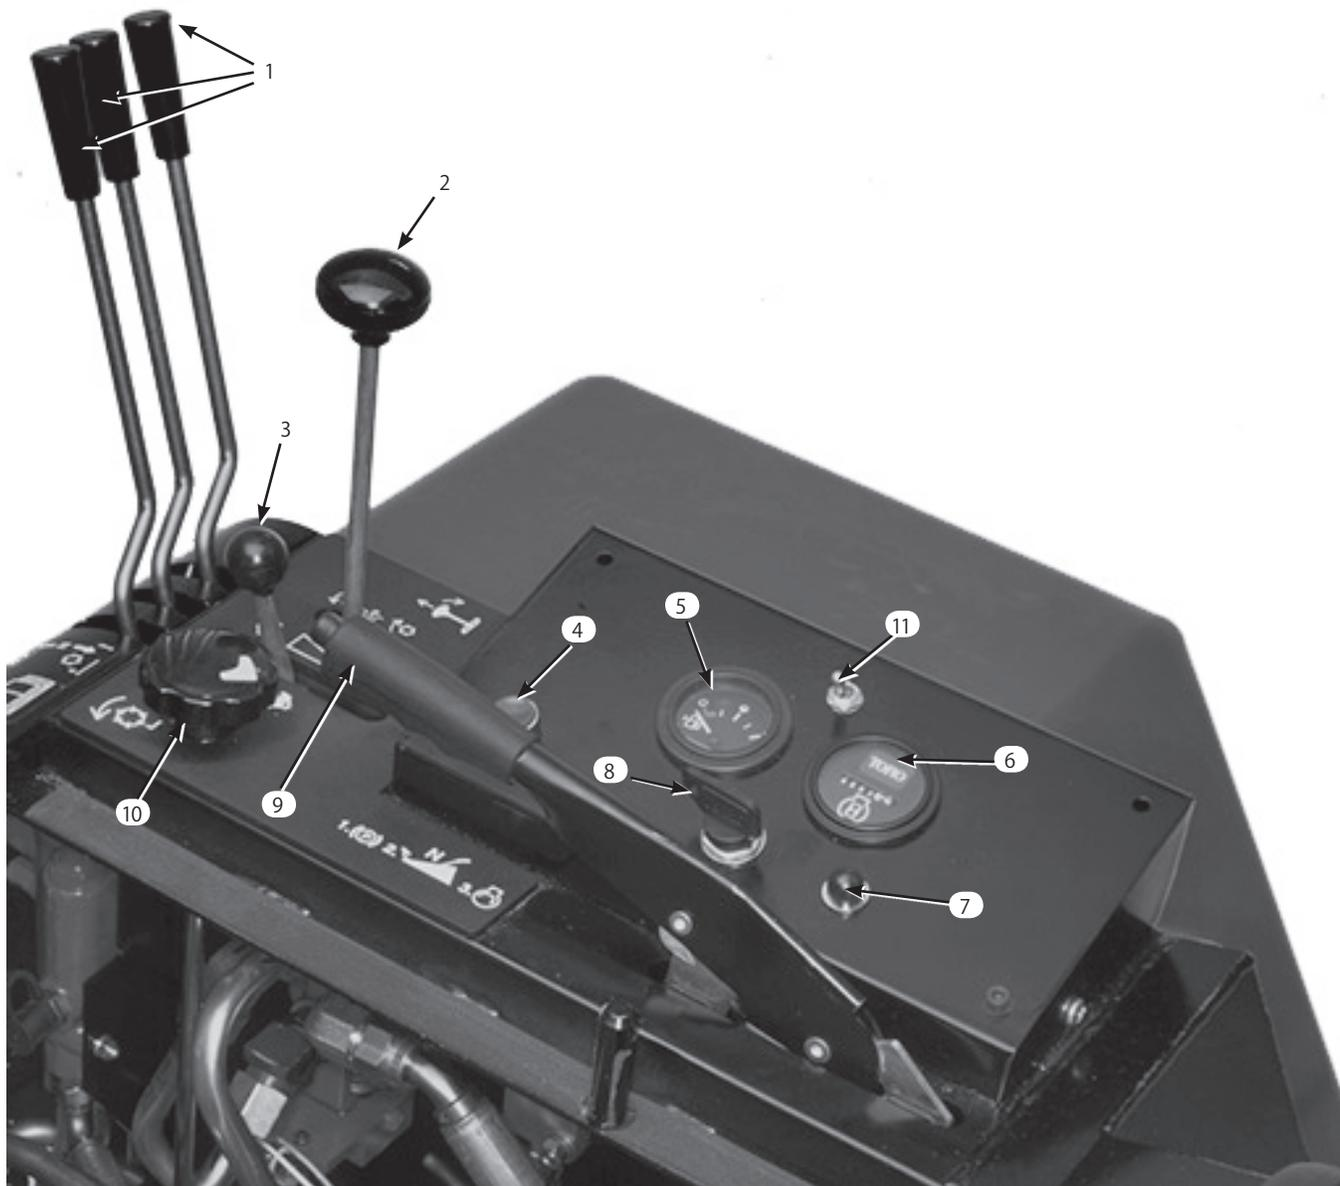

図13
オーバーヒート等で、安全回路がエンジンを強制停止させた場合でも、このボタン (図13) を押すと、エンジンを始動することができます。ごく短時間の使用にとどめてください。
燃料計 (図13) は、タンク内の燃料残量を表示します。
アワーメータ (図13) は、本機の積算運転時間を表示します。
キーをON 位置に回すとランプ (図13) が点灯します。グロープラグは10 秒間発熱し、ランプが消えれば始動準備OK です。
3 ポジションがあります： OFF, ON と START です。始動時にこのキー (図13) を STARTまで回して手を放します。OFF 位置でエンジンは停止します。
このレバー (図13) を引き上げるとブレーキがロックします。解除するには引いてボタンを押しながら下ろします。駐車ブレーキを引いておかないと、エンジンを始動することはできません。運転席を離れる時も必ず駐車ブレーキを引いてください。
このレバー (図13) を前に倒すとカuttingユニットが回転します。中央で回転停止となります。中央位置から後ろに倒して保持するとバックラップとなります。
ノブ (図13) を右に回すとリールの回転速度が速くなり、左に回すと遅くなります。速度リミッタと併用することにより最適のクリップレートを設定することができます。
スロットルコントロール (図13) を前に倒すとエンジン回転が速くなり、後ろに倒すと遅くなります。
スイッチ (図13) を前位置にすると4 駆になります。スイッチを後位置にすると2 駆となります。(4 駆モデルのみ)
1. 着席し、走行ペダルから足を離す。駐車ブレーキが掛かっていることを確認する(図13)。走行ペダルと芝刈り/バックラップレバーがニュートラル位置にあることを確認する。
2. 着席し、駐車ブレーキ（図13）が掛かっていることを確認する。芝刈り/バックラップレバー（図13）を「芝刈り」及び「バックラップ」位置でそれぞれエンジンを始動させてみる。クランキングしなければ正常だが、クランキングするのは不良であるから直ちに修理する。クランキングしなければカuttingユニット駆動スイッチは正常に機能している。
作業中に警告灯が点灯したら、直ちに機械を停止し、原因を確認してください。異常を放置したまま作業を続けると本機に重大な損傷を招く可能性があります。但し、エンジンがオーバーヒートした時に、オーバーライドボタン (図13) を押してエンジンを再稼働させ、退避場所までごく短時間だけ運転するのは構いません。